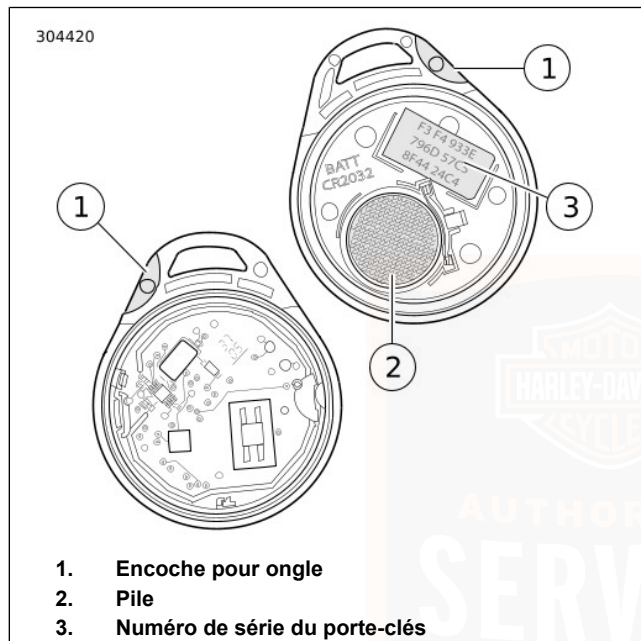

Figure 25. Pile du porte-clés à mains libres
1. Voir Figure 25. Tourner lentement une lame mince dans l'encoche pour angle (1) sur le côté du porte-clés pour séparer les deux moitiés.
2. Retirer la pile (2) et la jeter.